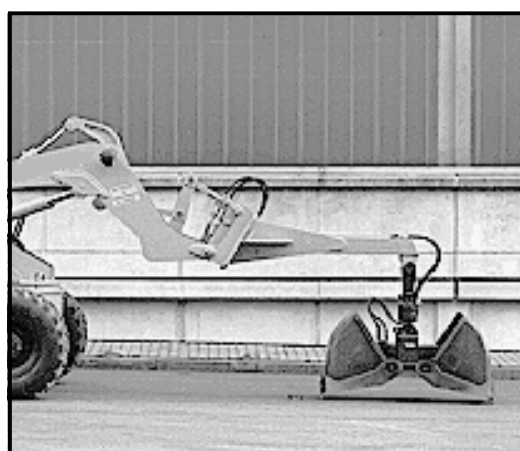

Fig. 6-16
- La figure 6-16 montre la machine avec benne-preneuse dans la position de portée la plus longue, avec les arêtes sur le sol.